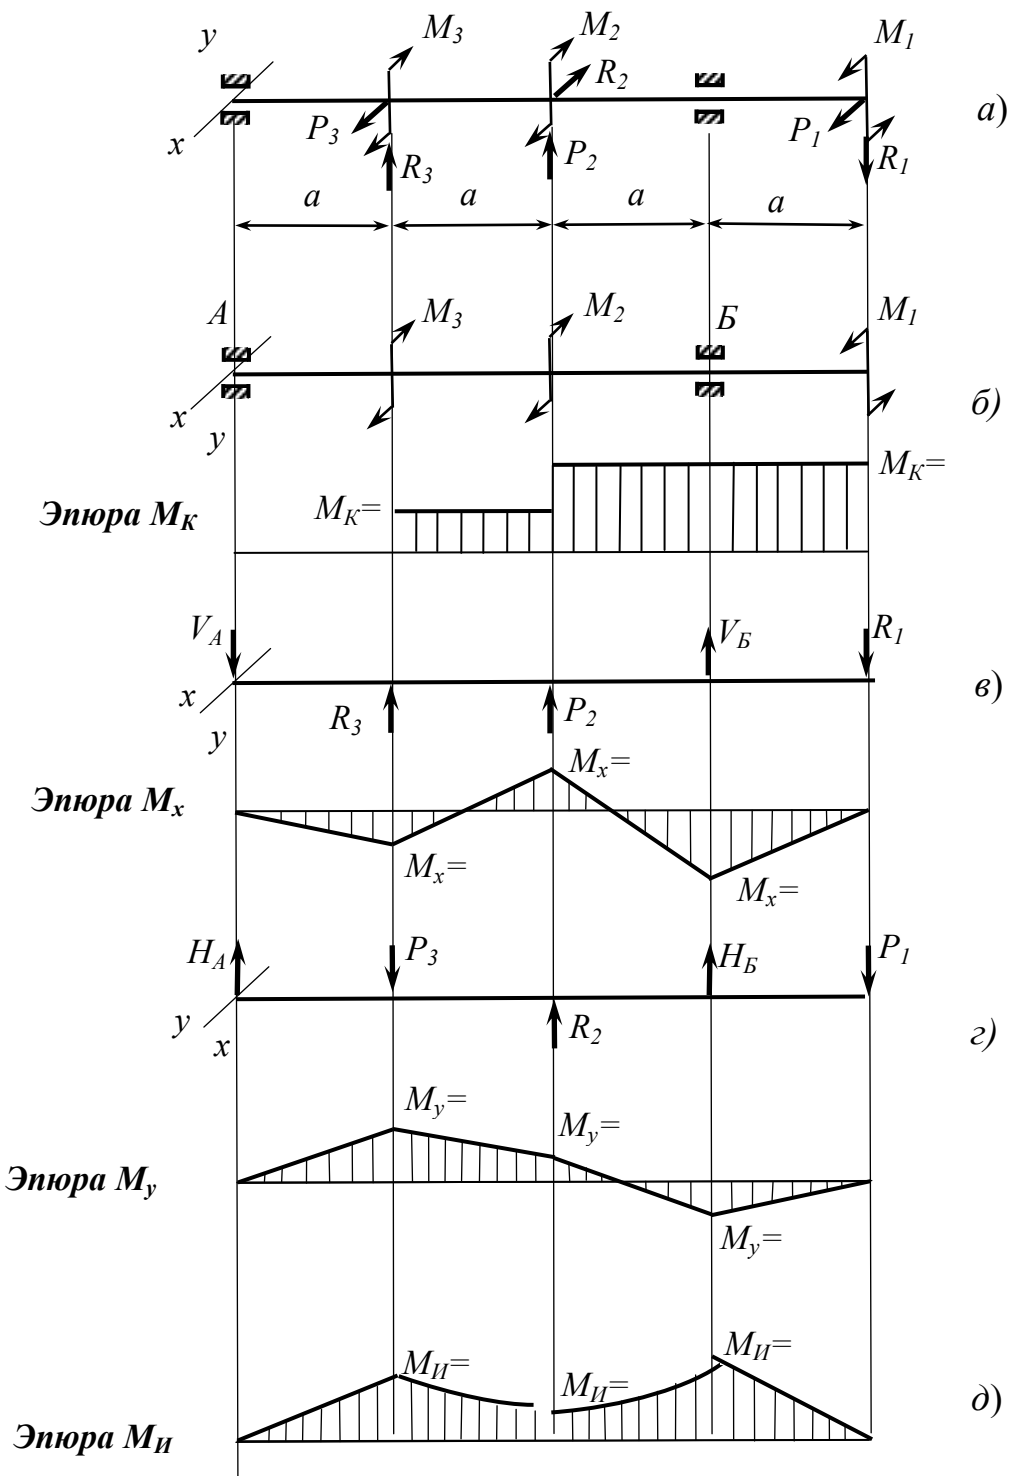

Рис. 10
5. Начертить расчетную схему вала (рис. 10, а).
6. Начертить схему кручения вала и построить эпюру крутящих моментов (рис. 10, б).
7. Начертить схему изгиба вала в плоскости uoz и построить эпюру изгибающих моментов M_x (рис. 10, в).
8. Начертить схему изгиба вала в плоскости xoz и построить эпюру изгибающих моментов M_y (рис. 10, г).
9. Построить эпюру суммарных изгибающих моментов (рис. 10, д).